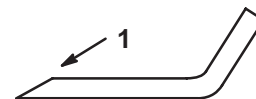

Figure 35
1. Au moyen d'une lime, aiguiser les tranchants aux deux extrémités de la lame (Fig. 35) en veillant à conserver l'angle de coupe d'origine. Limez la même quantité de métal sur chacun des deux tranchants pour ne pas déséquilibrer la lame.